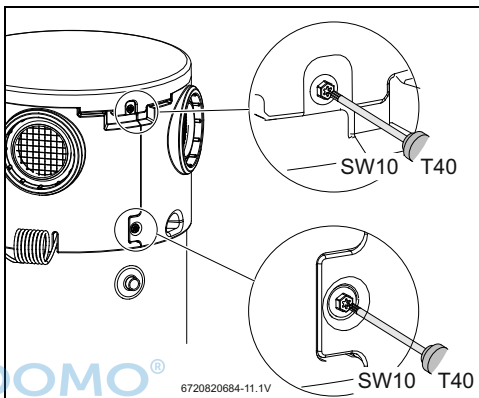

Bild 49
- Obere Abdeckung und Gehäusering entfernen (Abb. 49).